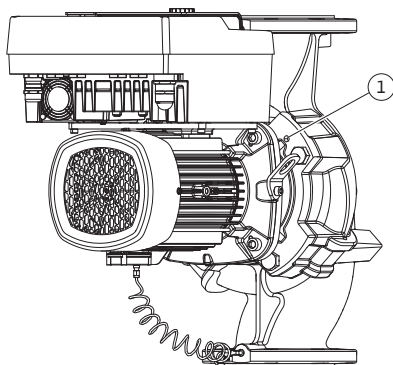
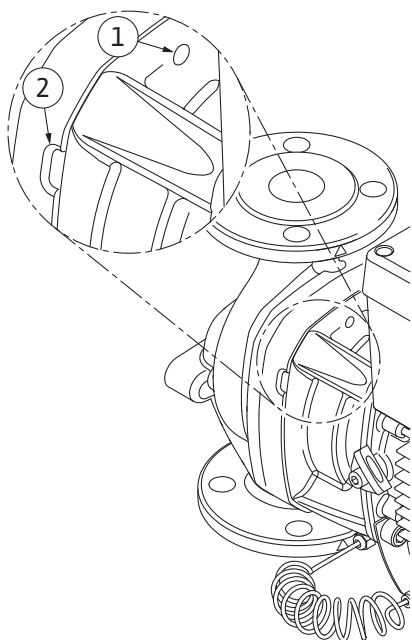

Fig. 104: Éjection du kit embrochable par les trous taraudés
Fig. 105: Trous taraudés et fentes pour chasser le kit embrochable du corps de pompe
11. Desserrer la vis (Fig. I/III, pos. 10, Fig. II/IV, pos. 29) qui retient la tôle de support du capteur de pression différentielle. Tirer sur le côté le capteur de pression différentielle (Fig. I, pos. 8) avec la tôle de support et le laisser suspendu sur les lignes de mesure de pression (Fig. I, pos. 7). Débrancher le câble de raccordement du CPD dans le module électronique ou le détacher au niveau de la connexion enfichable et le retirer.
12. Pour le type de pompe (Fig. III, IV), desserrer les vis (pos. 29). Utiliser les deux trous taraudés adjacents (Fig. 104, pos. 1) ainsi que les vis appropriées fournies par le client (p. ex. M10 x 25 mm). Éjecter le kit embrochable du corps de pompe. Pour le type de pompe (Fig. I et Fig. II), utiliser les deux trous taraudés M10 (voir Fig. 105) et des vis appropriées fournies par le client (p. ex. M10 x 20 mm). Les fentes (Fig. 105, pos. 2) peuvent également être utilisées pour exercer une pression. Pour ce faire, placer, par exemple, deux tournevis et les utiliser comme leviers. Après un dégagement de 15 mm environ, le kit embrochable n'est plus inséré dans le corps de pompe.